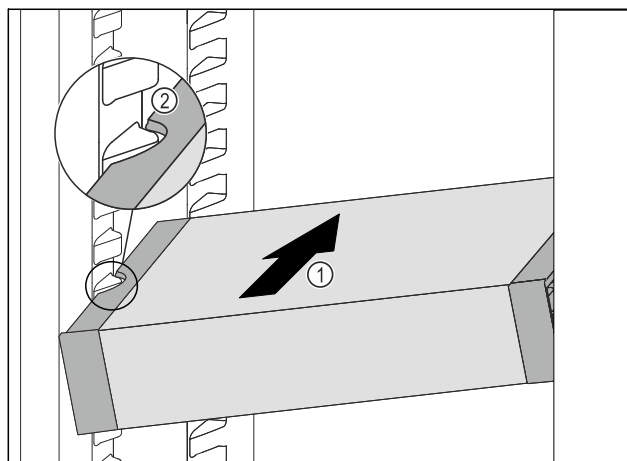

Fig. 210
- Împingeți VarioSafe oblic în frigider Fig. 210 (1), până când degajările laterale Fig. 210 (2) ale VarioSafese află la înălțimea nervurii recipientului din frigider.